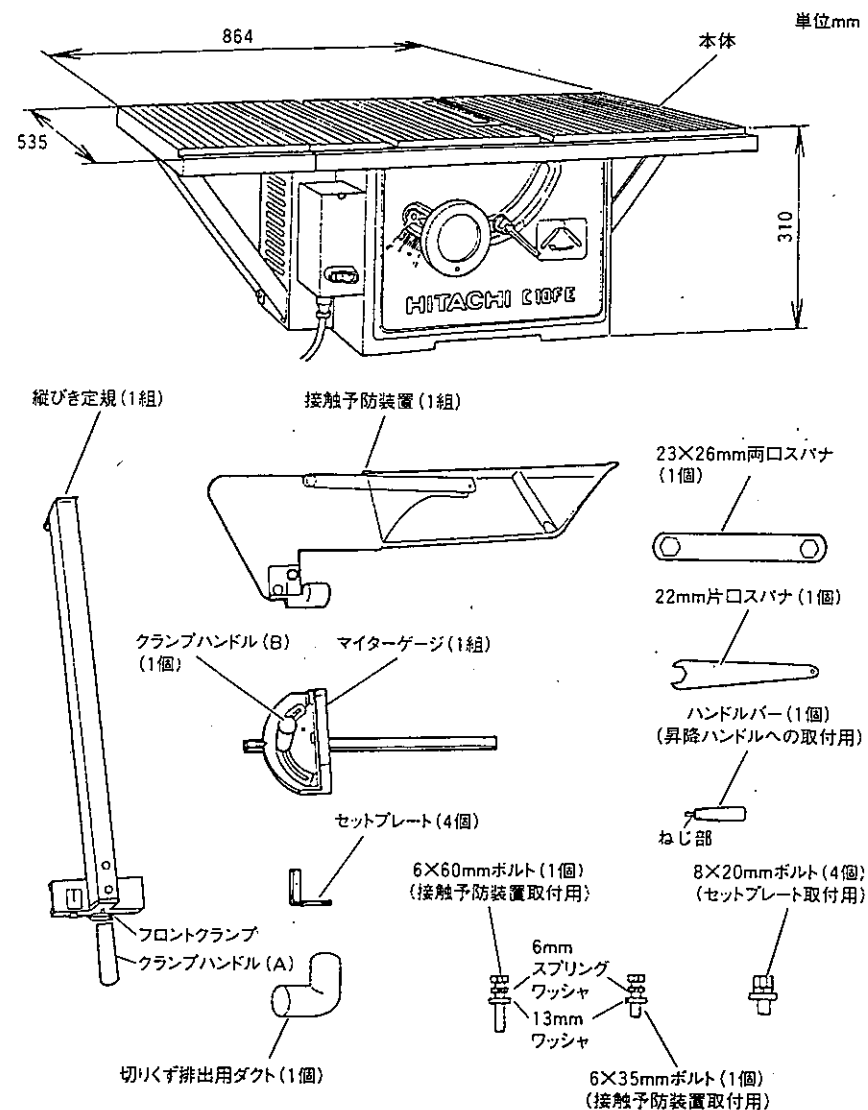

図 7
段ボール箱から部品を取り出し、図7のようにそろっていることを確認してください。
- (1) 付属 (図 7 参照) のハンドルバーのねじ部を、昇降ハンドルに突当たるまでねじ込みます。
- (2) お手持ちの13mmスパナでハンドルバーのナット部を十分に締付けます。
- ② 昇降ハンドルを右にまわし、のこ刃をテーブル上面から70mmの位置に上昇させます。
- ③ 付属の6×35mmボルトと6×60mmボルトに6mmスプリングワッシャと13mmワッシャをそれぞれ入れます。(図 7 参照)